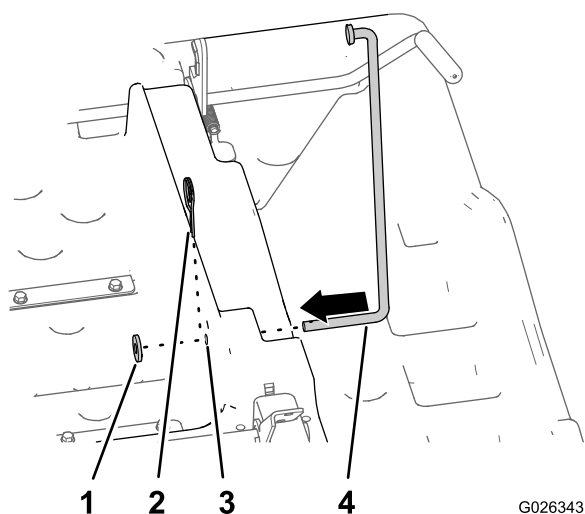

Рисунок 13
1. Вставьте длинную часть опорной стойки через горизонтальное отверстие диаметром 12,7 мм в нижней правой части грузового кузова (Рисунок 13).
2. Выровняйте шайбу (1/2 дюйма) над верхней частью опорной стойки и зафиксируйте стойку в грузовом кузове с помощью шплинта (Рисунок 13).